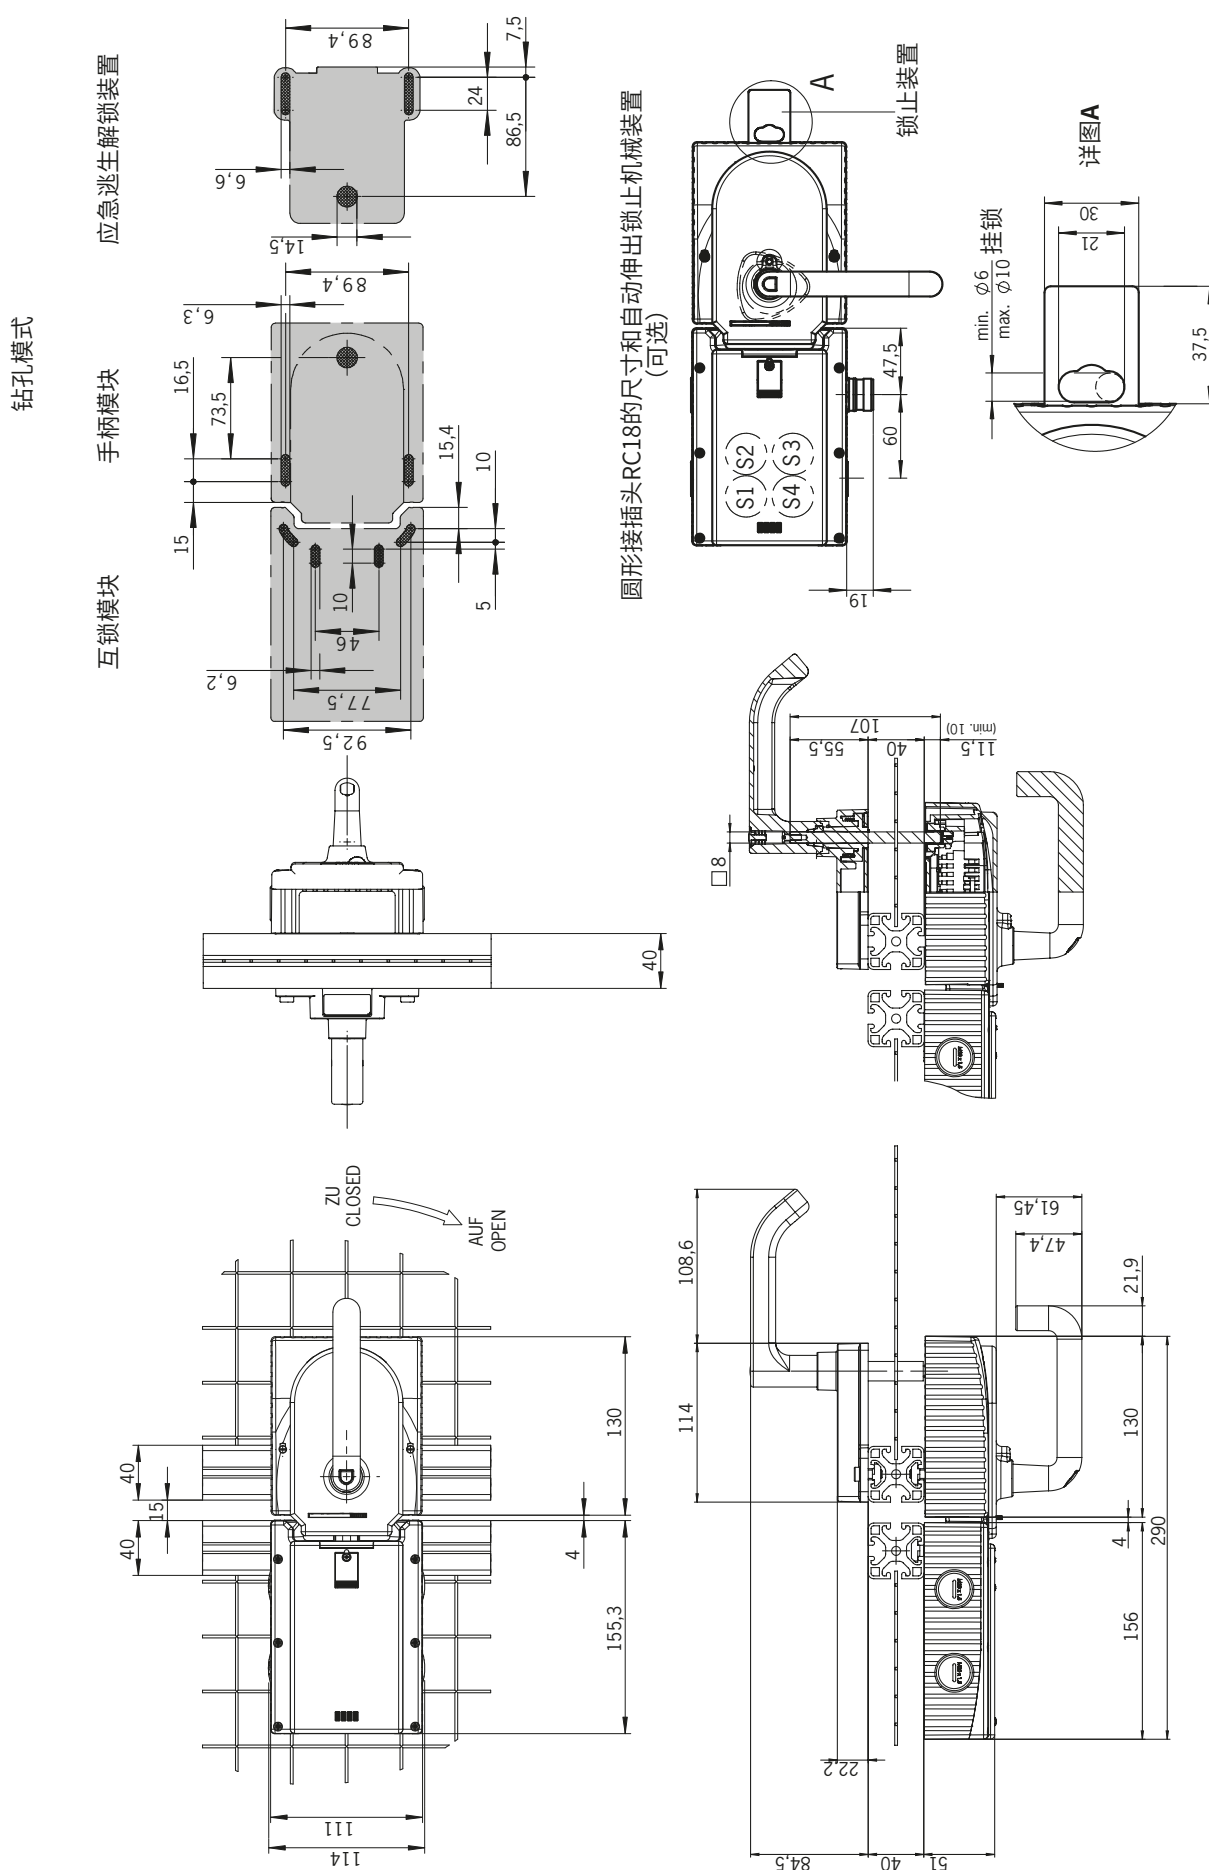
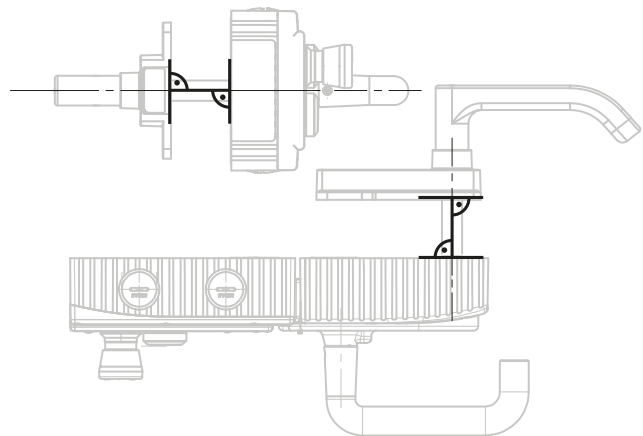

图4: 装配了MGB的尺寸示意图 (无可选支架板)
图7：右开式铰链门的安装示例（全视图）
- 将应急逃生解锁装置轴与手柄模块垂直对齐。请参见图4和图7。
安装步骤请参见图7和图8至图13。